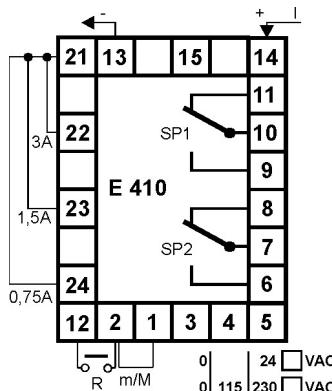

Fig.5
- **E 410 A-B-C:** inserzione diretta fino a 3A pin 14-13 (fig.5) (la corrente deve entrare nel pin 14).
- **E 410 A-B-C:** Direct insertion up to 3A: pin 14-13 (fig.5) - (the current enters through the pin 14)